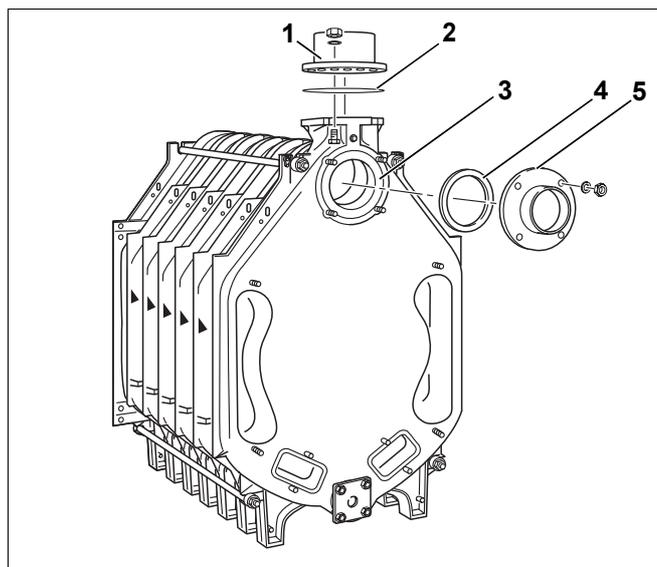

Bild 28 Anschlussflansche montieren
Auf die obere Kesselnahe (Bild 28, **Pos. 3** – Rücklaufanschluss) wird bei dem späteren Anschluss des Rücklaufs der Vorschweißflansch (mit angeschweißter Verrohrung) montiert.
Dargestellt sind Vorschweißflansch und Flachdichtung (Bild 28, **Pos. 4** und **5**).
- ▶ Der Vorlaufanschlussflansch (Bild 28, **Pos. 1**) mit Flachdichtung (Bild 28, **Pos. 2**) wird für den späteren Anschluss des Vorlaufs benötigt.